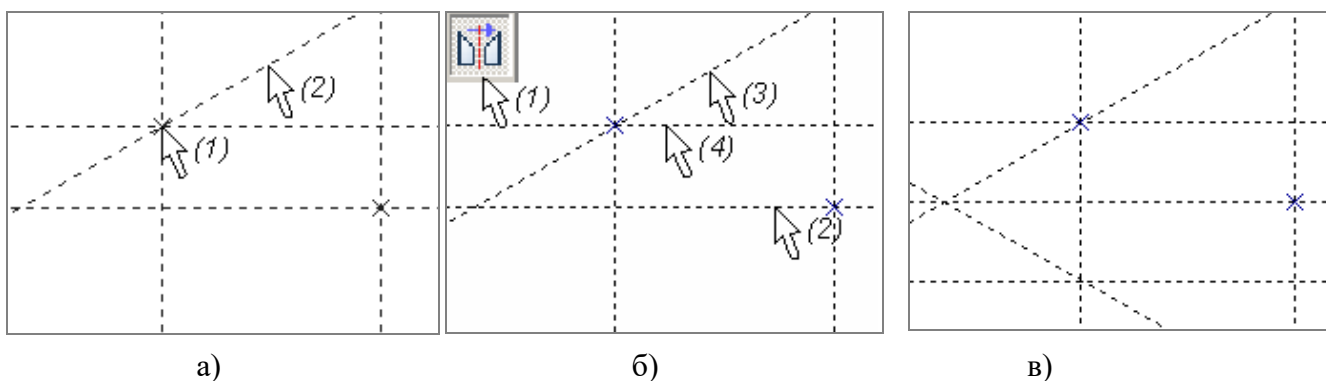

Рисунок 6 – Порядок построения наклонной и симметричных прямых
2.1.5 Постройте наклонную прямую, проходящую через узел чертежа. Порядок построения: выбрать точку пересечения перпендикулярных прямых или нужный узел чертежа (1), затем переместить курсор в нужное место экрана и нажать левую кнопку мыши (2) (рисунок 6а).
2.1.6 Постройте прямые, симметричные относительно горизонтальной базовой прямой (2) (рисунок 6б). Порядок построения: вызвать опцию  (1), затем указать на ось симметрии (2), после этого на прямые (3) и (4), симметричные копии которых нужно создать. Результат выполнения команды – рисунок 6в).